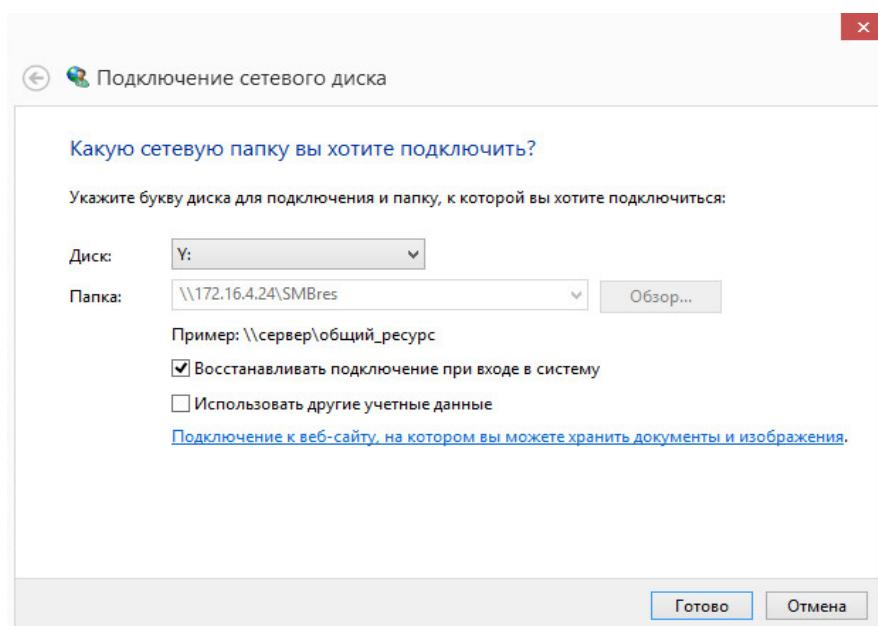

Рисунок 62 – Подключение сетевого диска
1.5) выбрать «Подключить сетевой диск...» (см. Рисунок 62);